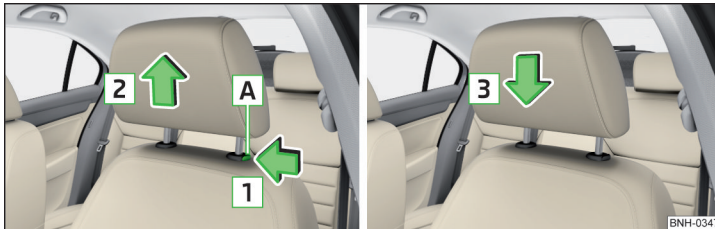

Abb. 61 Kopfstützen vorn: ausbauen/einbauen
- Die Sicherungstaste **A** in Pfeilrichtung **1** drücken und die Stütze in Pfeilrichtung **2** herausziehen » Abb. 61.